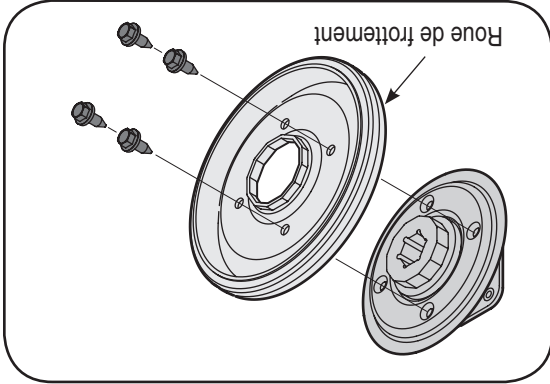

Figure 33
- Enlevez les quatre vis de l'ensemble de la roue de frottement et retirez le caoutchouc de la roue de frottement de la plaque de serrage. Voir la Figure 33. Jetez le vieux caoutchouc.